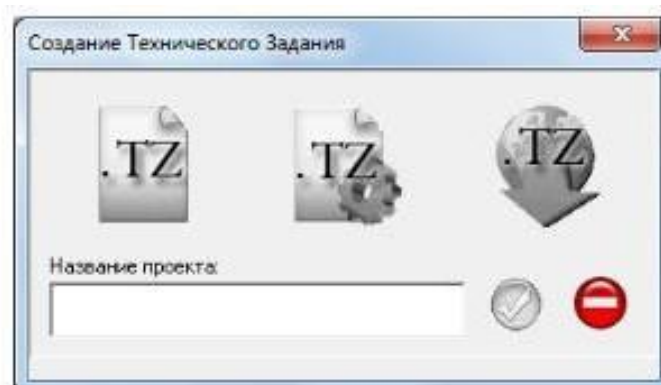

Рисунок 40 – Окно создания ТЗ
- 5.2. На панели инструментов нажмите кнопку для создания нового ТЗ. Откроется следующая форма (рис. 40).